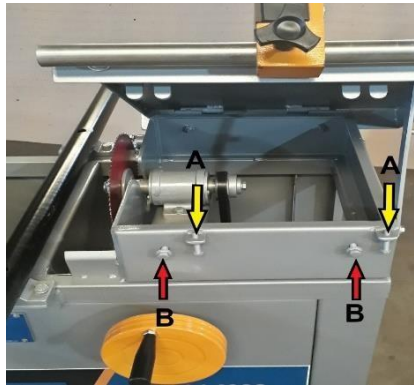

Figura 3 - Pontos de travamento da mesa fixa
2. Para articular a mesa fixa, desaperte os parafusos B, localizados abaixo dela, **Figura 3**, e faça a articulação;